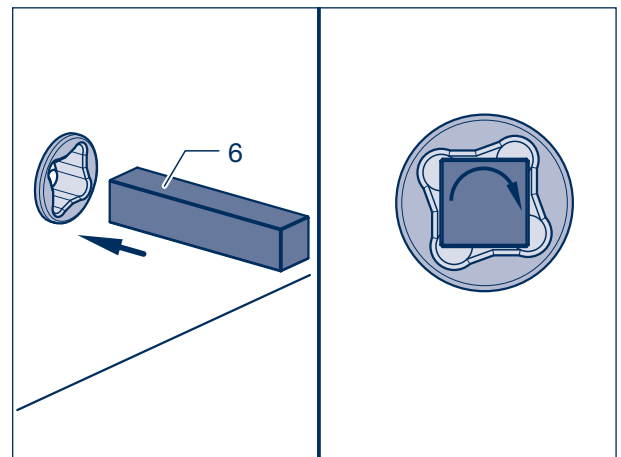

Figure 6
- [11] Dévisser les vis à six pans (10, OC 4) du couvercle (9a) du mécanisme interne du pavé numérique (9).
- [13] Insérer le boulon à quatre pans du pavé numérique (6) jusqu'en butée dans le pavé numérique. Pour cela, il faut mettre en prise le boulon dans la douille du pavé numérique, voir figure 6. Si le montage est correct, le boulon à quatre pans effectue une rotation lors de l'actionnement de la poignée du pavé numérique.